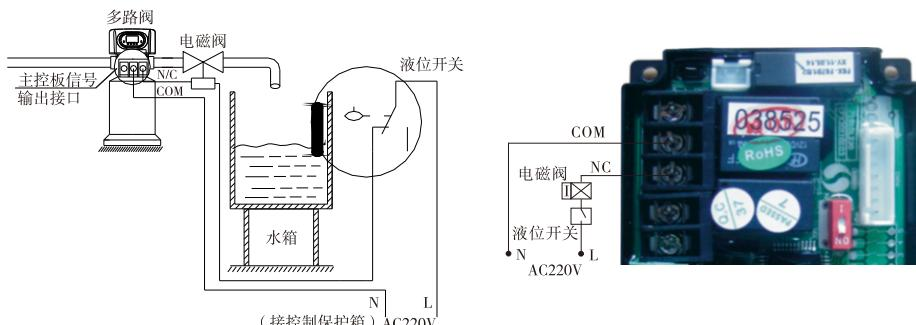

图3-2 控制出口电磁阀的接线图
①通过控制出口电磁阀来控制水箱液位
**应用说明：**当需要出水口在冲洗过程中无未经过滤的水流出时（主要是旋转过程中无未经过滤的水流出。控制阀到达反洗等各工位时，出水口自动无未经过滤的水流出），可在出水口加装电磁阀，其接线方式如图3-2所示：